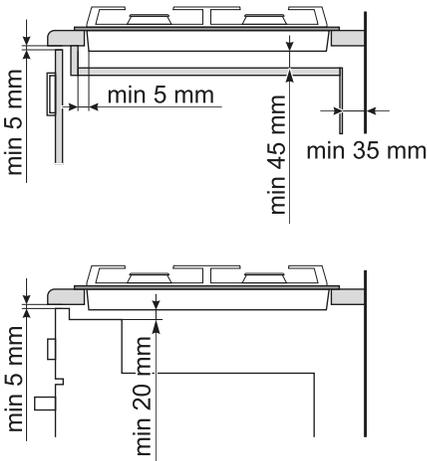

Рис. 11
- При установке панели необходимо обеспечить минимальные воздушные зазоры согласно рис. 11.